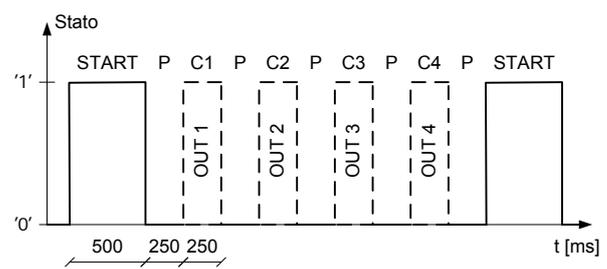

Figura 4: Segnalazione dello stato
5) Al diminuire della temperatura l'uscita può essere riattivata. ⇒ ④
6) Lo stato delle quattro uscite (1) viene segnalato tramite l'uscita dello stato (7) in forma di serie di impulsi (vedi figura 4).
uscita DC 24 V senza separazione di potenziale, max. 30 mA, segnalazione seriale secondo la figura 4, '1' = DC 24 V / '0' = 0 V (Pull-Down)